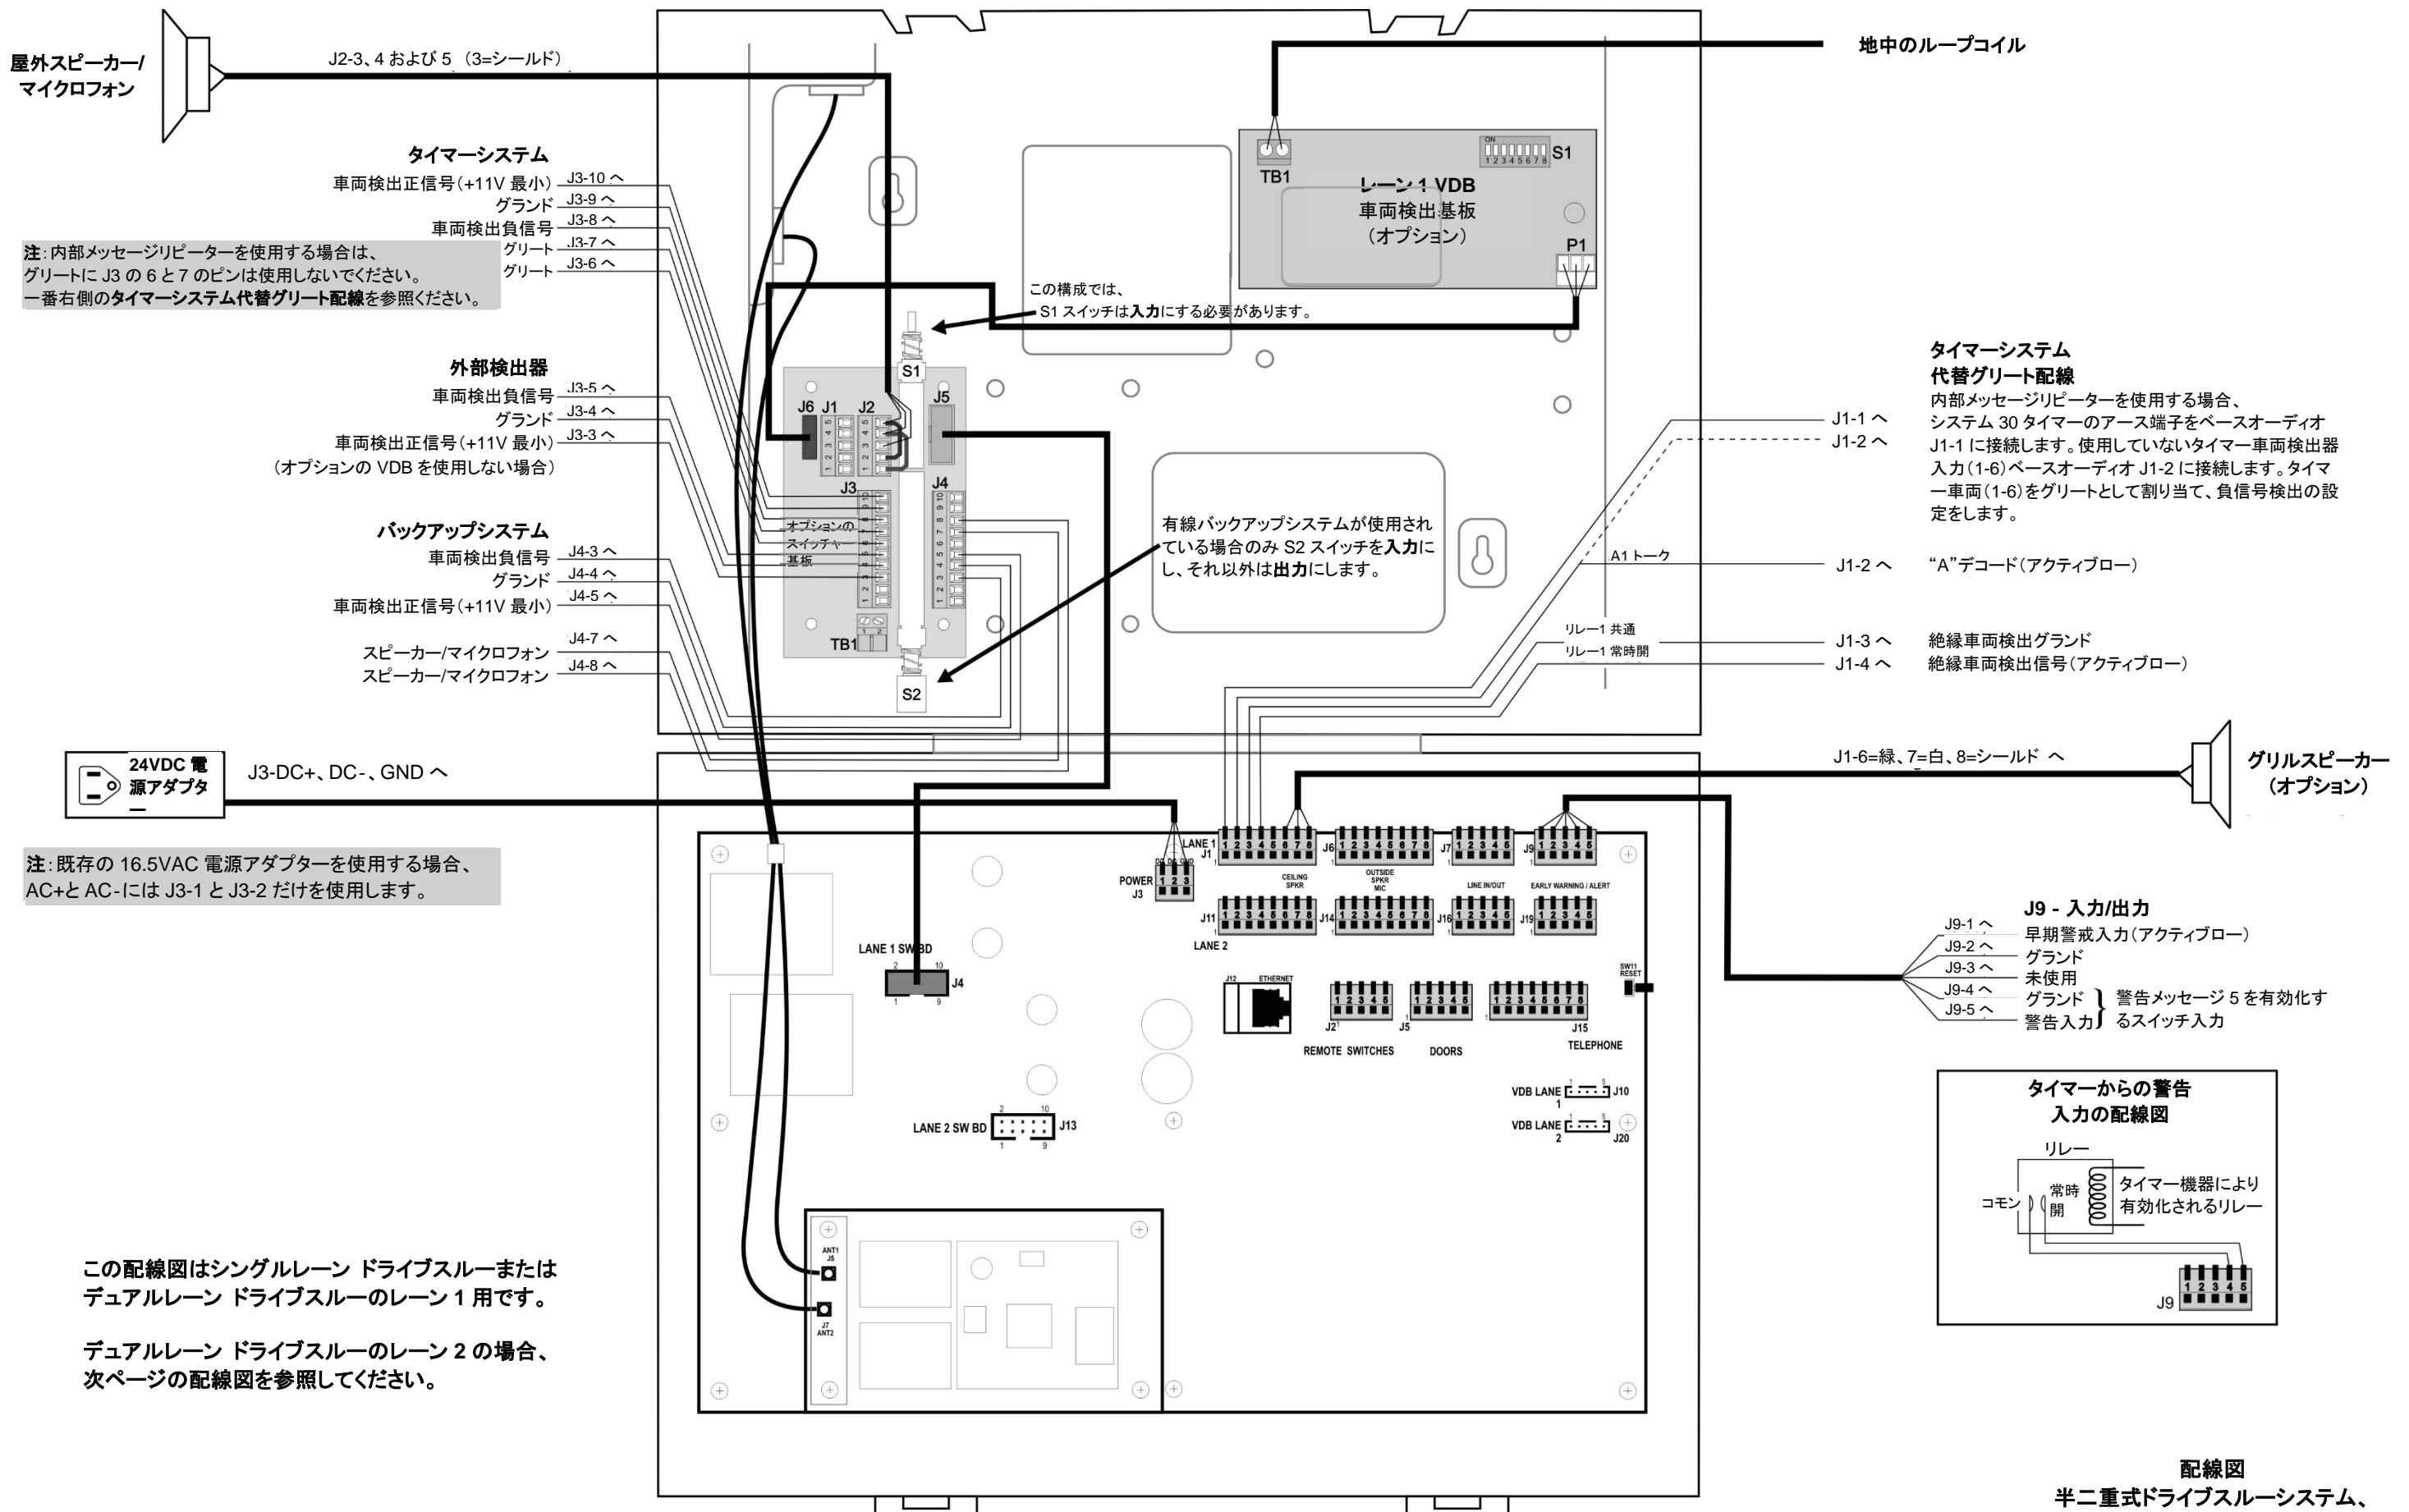

図 34
- ページ 96、図 34 — (レーン 1 またはシングルレーンの接続)